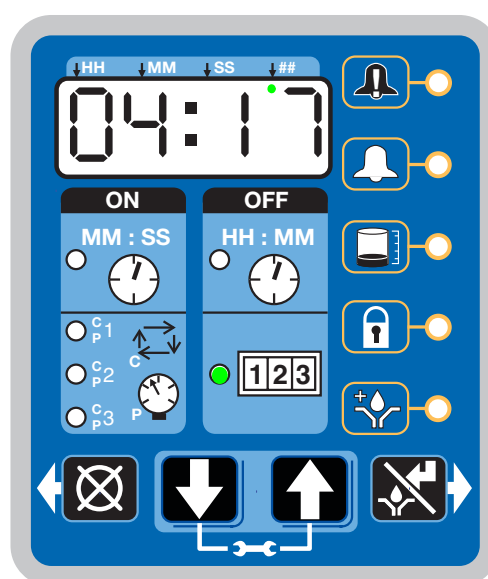

Рис. 48
- Горит индикатор рядом с 1-2-3 (Рис. 48).
В примере на Рис. 48 до ошибки осталось 4 часа 17 секунд.